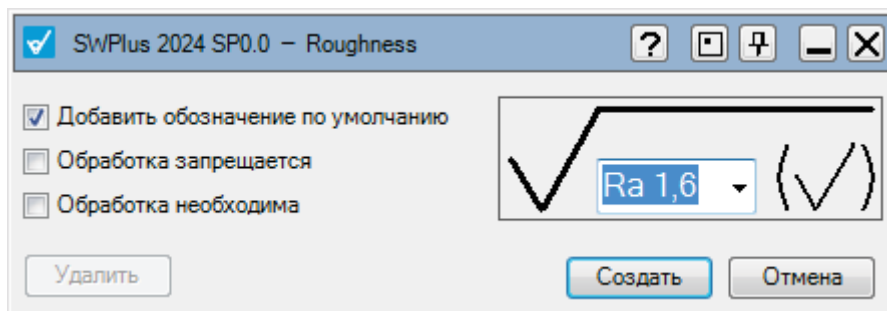

Рис. 51 – Добавление обозначения по умолчанию
4. Активируйте чек-бокс **Добавить обозначение по умолчанию**, чтобы добавить в значок скобки (рис. 51).